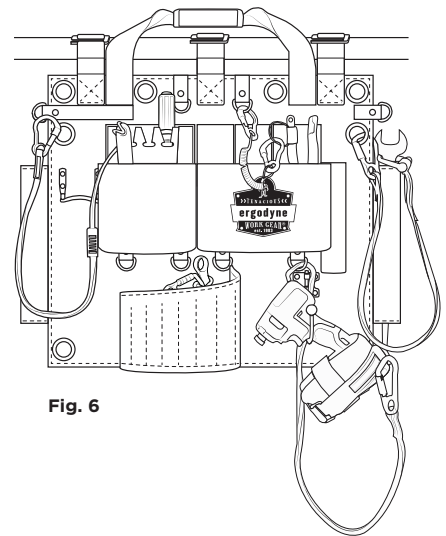

Fig. 6
1. Outfit the apron/bag with your desired set of tools [fig 6]. Ensure the tools are secure in their storage locations. If security of the tools is in question tether the tools appropriately.
1. Utilice el delantal/bolso con el conjunto de herramientas que desee [fig. 6]. Asegúrese de que las herramientas estén aseguradas en sus ubicaciones de almacenamiento. Si la seguridad de las herramientas está en duda, amarre las herramientas apropiadamente.